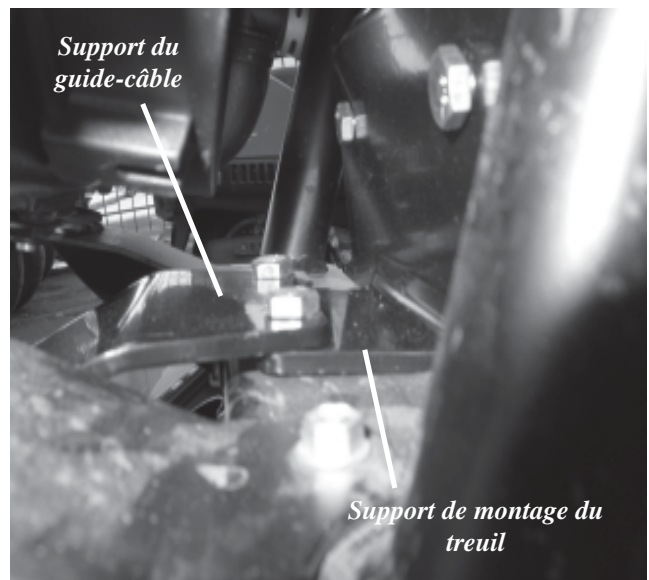

Figure 4
5. Placez le support du guide-câble en position (comme l'illustre la Figure 4) pour qu'il s'ajuste par-dessus la bride du support de montage du treuil. Insérez 2 des boulons hexagonaux de 8 mm et leurs rondelles plates à travers les deux supports et dans le cadre sur le VTT. Serrez les écrous hexagonaux à embase de 8 mm à la main pour le moment. Il est préférable de laisser toute la visserie aussi desserrée que possible à cette étape de l'installation.